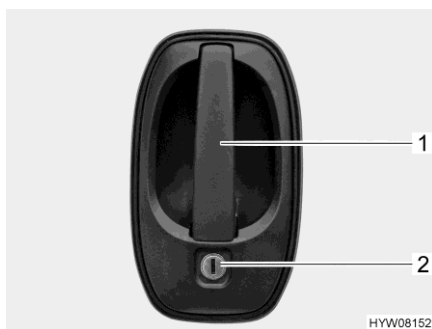

Fig. 49 Serratura della porta (porta conducente/porta di ingresso, lato esterno)
- Inserire la chiave nel cilindro della serratura (Fig. 49,2) e ruotare fino a quando la serratura della porta si sblocca.
- Tirare la maniglia della porta (Fig. 49,1). La porta è aperta.
- Inserire la chiave nel cilindro della serratura (Fig. 49,2) e ruotare fino a quando la serratura della porta si blocca.